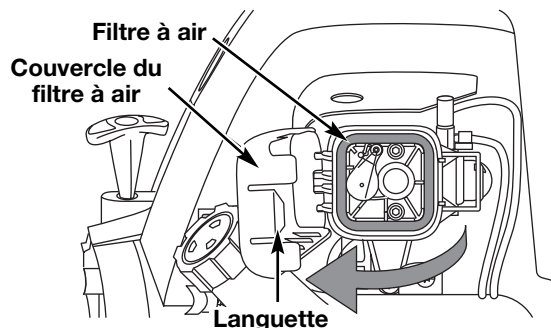

Fig. 27
1. Ouvrez le couvercle du filtre à air. Enfoncez la languette à droite du couvercle, tirez celui-ci vers vous puis vers la gauche (Fig. 27).
2. Retirez le filtre à air (Fig. 27).